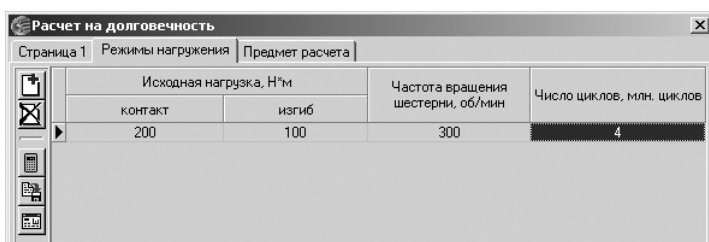

Рис. 5.20. Диалоговое окно **Расчет на долговечность** с открытой вкладкой **Режимы нагружения** с введенными данными
- введите данные на вкладке **Режимы нагружения**, например те, которые представлены на рис. 5.20.
- щелкните в диалоговом окне **Расчет на долговечность** с открытой вкладкой **Режимы нагружения** по кнопке  – **Расчет** (см. рис. 5.20). Появится окно **Результаты расчета** с несколькими листами.